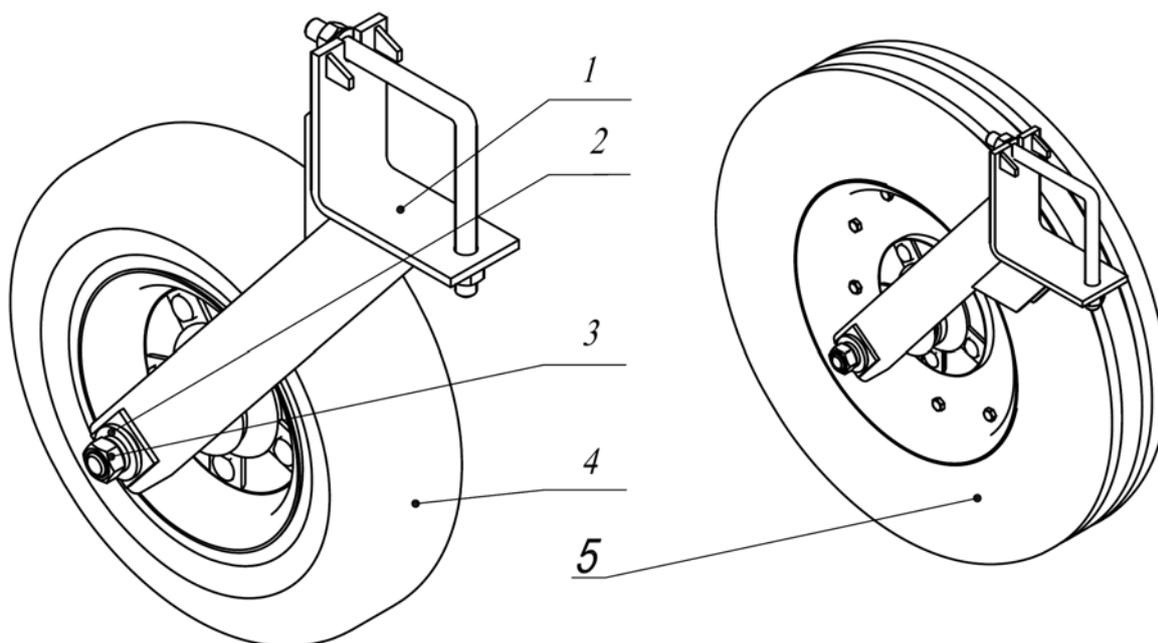

Рис. 3 Несущее колесо
2.5 Колеса несущие (рис.3,3а) с шинами 5-10, или 6,5-16 совместно с дисками консольно крепятся на ступицах кронштейнов колес.